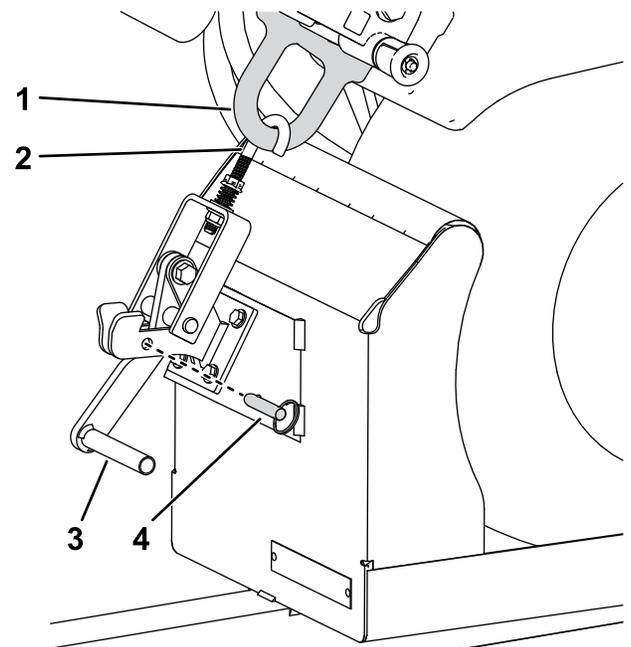

Figura 6
7. Empuje hacia abajo la palanca de bloqueo y sujétela con el pasador de acoplamiento rápido (Figura 6).